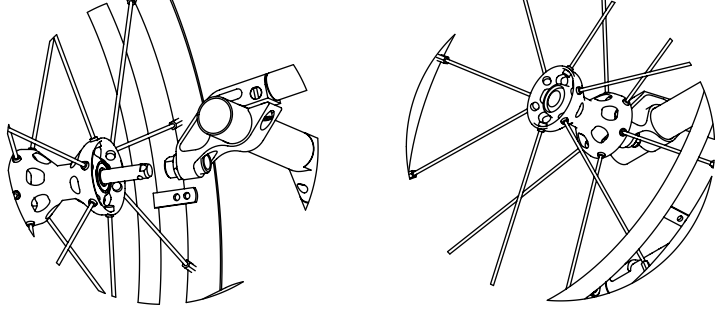

Figure 17.1 Fixation de la roue à dégagement rapide.
- 3 Maintenez le bouton enfoncé pendant que l'essieu est glissé dans le récepteur de l'essieu sur le châssis. (Voir la figure 17.1)